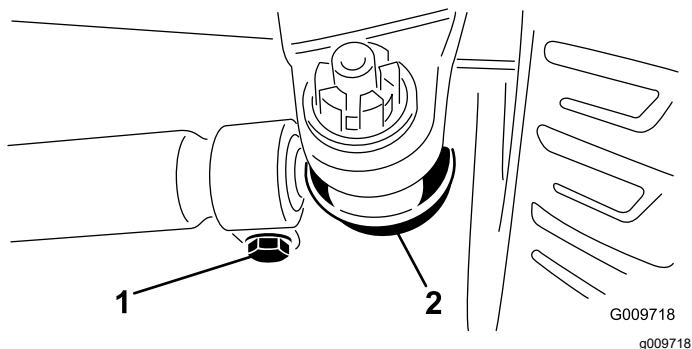

Figura 83
3. Para ajustar, retire la chaveta y la tuerca de cualquiera de las articulaciones esféricas de la biela (**Figura 83**). Retire la rótula de la biela del soporte del cojinete del eje.
4. Afloje las abrazaderas en ambos extremos de las bielas (**Figura 83**).